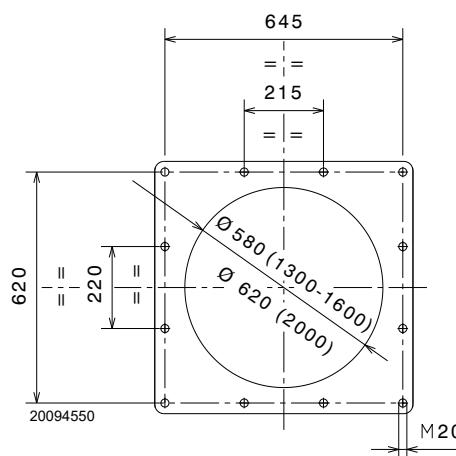

Fig. 13
Percer la plaque de fermeture de la chambre de combustion comme indiqué dans la Fig. 13.
- Insérer tout le brûleur sur le trou de la chaudière, précédemment préparé, comme dans la Fig. 13, et fixer avec les vis fournies de série (couple de serrage 250 ÷ 300 Nm).